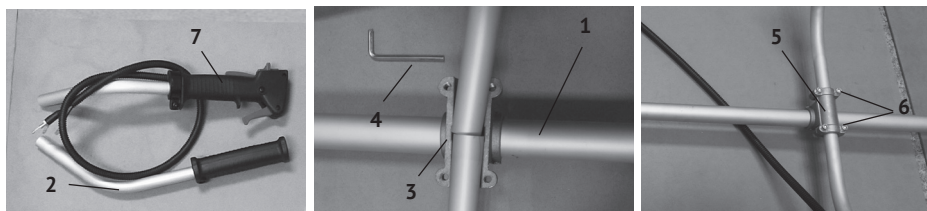

рис.3
- ослабив винты надвинуть основание муфты (рис.3 роз.3) на штангу (рис.3 поз.1);
- ослабив четыре винта (рис.3 поз.6) крышки муфты (рис.3 поз.5), вставить в муфту левую (рис.3 поз.2) и правую (рис.3 поз.7) рукоятки;